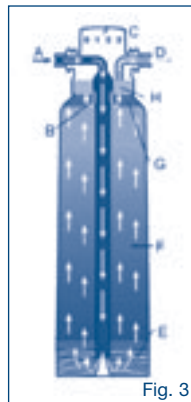

Fig. 3
L'acqua del rubinetto (A) scorre verso la cartuccia filtrante (Fig. 3). Nella sezione (E) le particelle vengono rimosse tramite un prefiltro e grazie al carbone attivo vengono eliminati odori e sostanze sgradevoli, come ad esempio il cloro. In seguito, l'acqua viene decarbonizzata (F) tramite lo scambiatore di ioni, lavorata con il carbone attivo (G) e infine filtrata (H). Nel sistema di filtrazione è presente un dispositivo, la regolazione bypass/taglio (B), che permette di non decarbonizzare una determinata quantità di acqua del rubinetto. Questa quantità d'acqua viene filtrata solo tramite il carbone attivo (G) e il filtro per particelle (H). Nello scarico (D) l'acqua decarbonizzata e l'acqua bypass si riuniscono nuovamente. Grazie alla regolazione di una determinata quantità di acqua di bypass nel coperchio del filtro, a seconda della durezza dell'acqua del rubinetto e dell'utilizzo, si può ottenere una qualità di acqua ottimale per il consumatore.